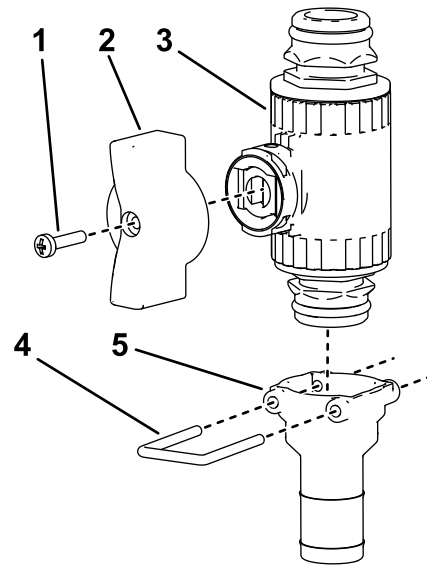

Bild 26
3. Befestigen Sie den Flügelgriff und das gerade Anschlussstück am Regelventil (**Bild 26**).
4. Befestigen Sie das gerade Anschlussstück am Regelventil mit dem Halter, wie in **Bild 26** abgebildet.